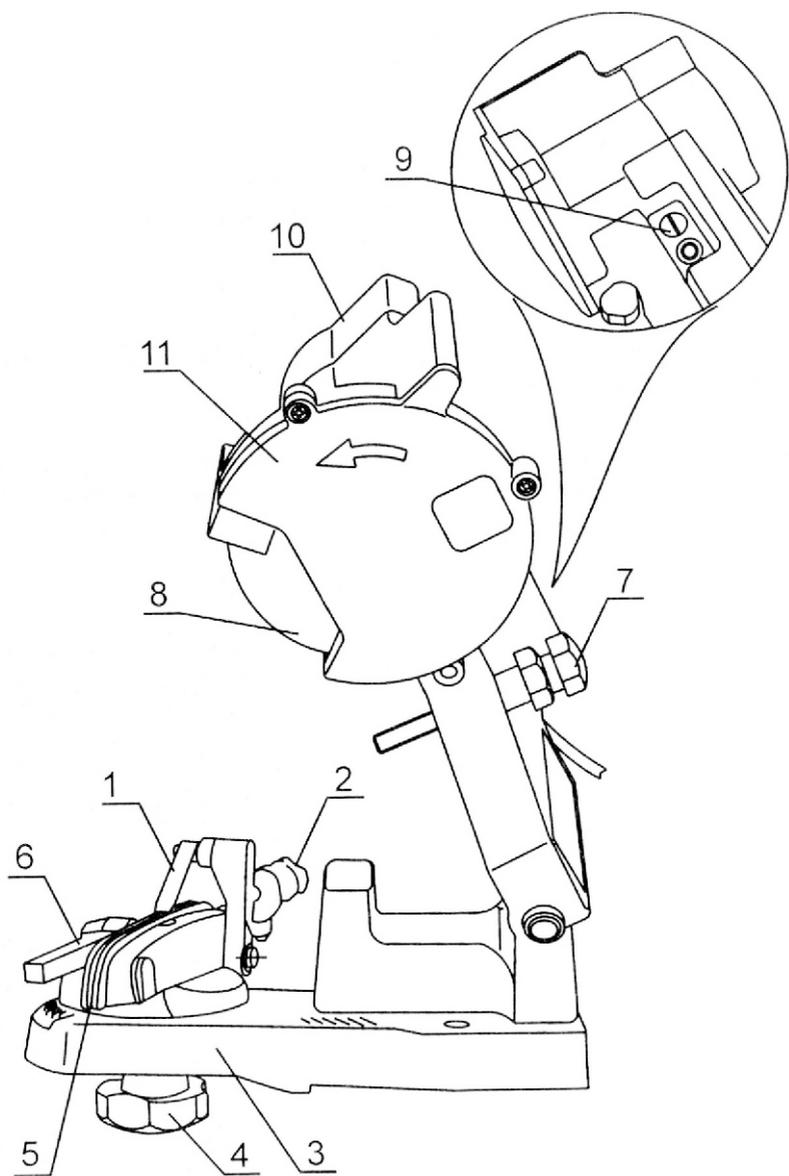

Рис. 1. Описание
## 2. ОПИСАНИЕ (рис. 1)
- Никогда не работайте со станком без кожуха 11 (рис.1), защищающего заточной диск.
- Всегда проверяйте заточной диск 8 (рис. 1), включив станок на 30–60 сек без контакта его с цепью.